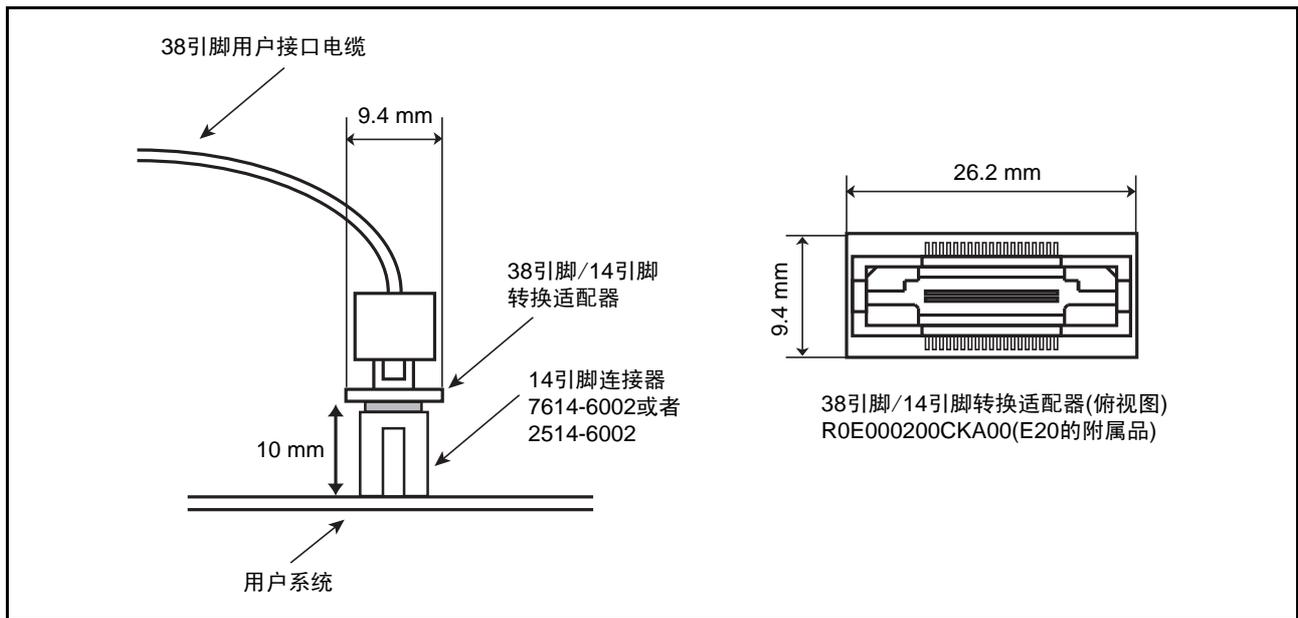

图 2.4 E20 仿真器的 14 引脚连接器和用户接口电缆的连接方法
3. 通过用户接口电缆将安装在用户系统上的仿真器连接器和E1/E20仿真器连接。E1/E20仿真器和仿真器连接器的连接方法如图2.3、图2.4和图2.5所示。